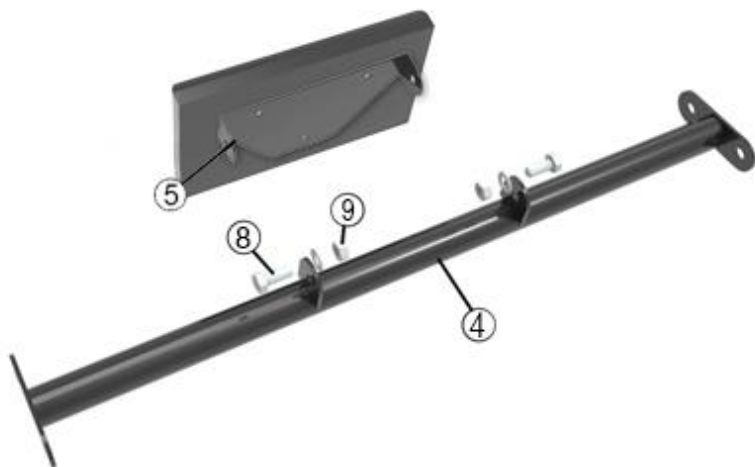

Рис. 2. Сборка спинки
5. Зафиксируйте мягкую спинку на деталь перемычки №4 при помощи болтов М8х16 (№8) и контргаяк М8(№9), подложите шайбы (рис. 2)